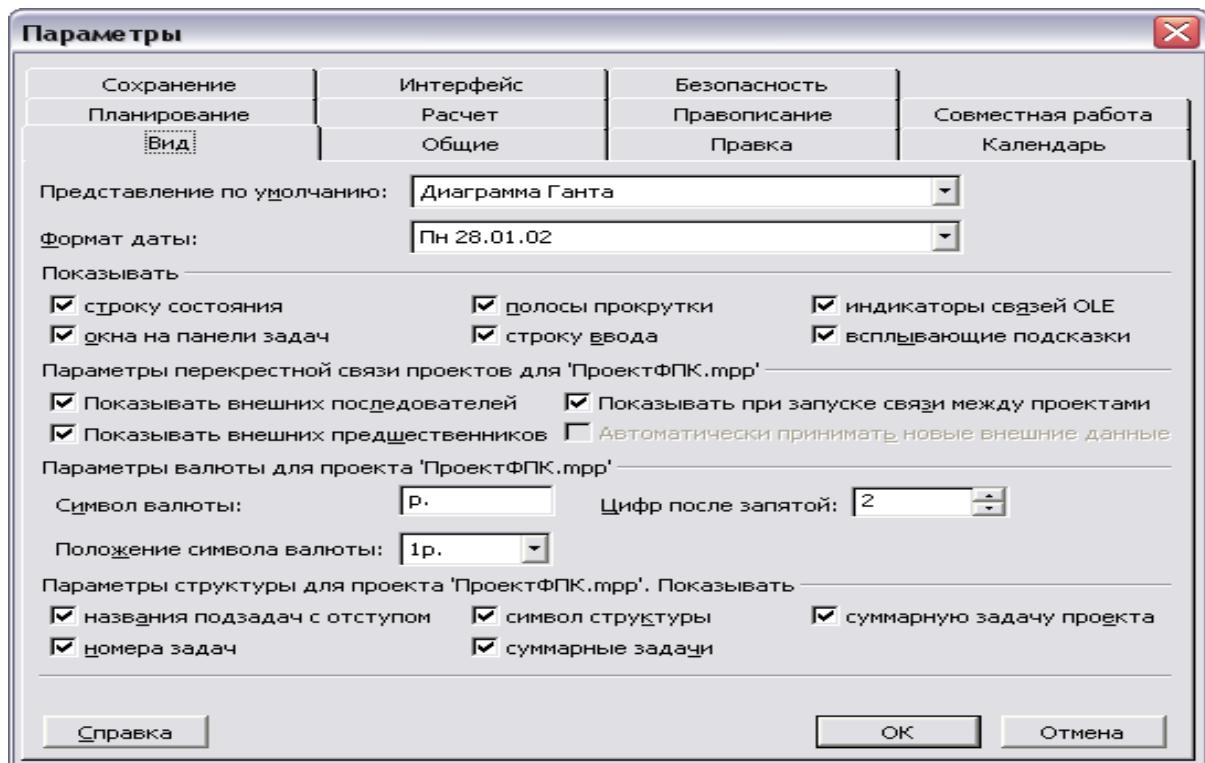

Рис.8. Вкладка **Вид** диалогового окна **Параметры**.
3. Перейти на вкладку **Вид** (**Сервис - Параметры – Вид**). Здесь устанавливаются параметры для управления основными элементами окна Project (рис. 8) Обязательно установите флажок у опции *Номера задач* (программа будет сама проставлять номера и считать задачи), а